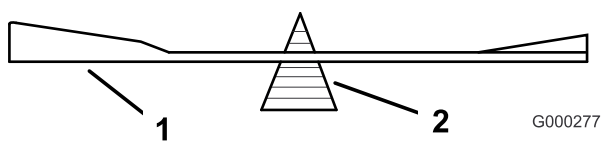

Bild 72
2. Prüfen Sie die Auswuchtung des Schnitmessers auf einer Ausgleichsmaschine (Bild 72).